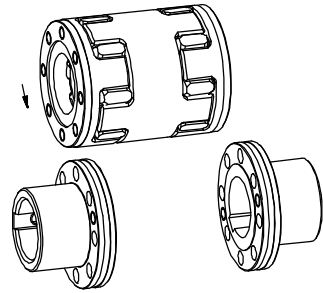

Bild 13
- Setzen Sie die zusammengesteckten Teile zwischen die Kupplungsflansche (siehe Bild 13).